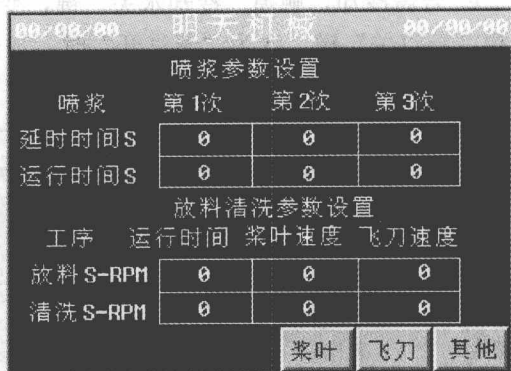

图 1-1-13 喷浆参数设置和放料清洗参数设置画面
③ 触摸“喷浆”键, 进入喷浆参数设置和放料清洗参数设置画面(图 1-1-13)。触摸方框内的数字, 弹出一个数字键盘, 输入参数即可。